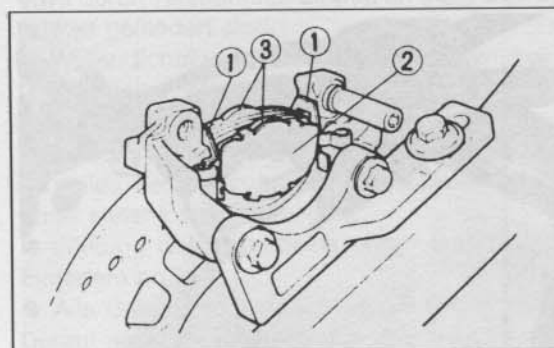

Bild 42
- Neue Beläge mit Belagblechen und neuen Belagfedern einsetzen (Bild 42).
- Falls Bremssattel komplett von Drehzapfen abgenommen (wie in Bild 42), Drehzapfen mit Silikonfett oder Schmierfett auf Lithiumseifen-